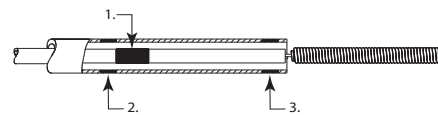

Figura 2
- Continúe haciendo avanzar la bobina desmontable Axiom™ Prime hasta que el marcador de alineación del empujador del implante se sitúe distal respecto al marcador proximal del microcatéter (consulte la Figura 2).